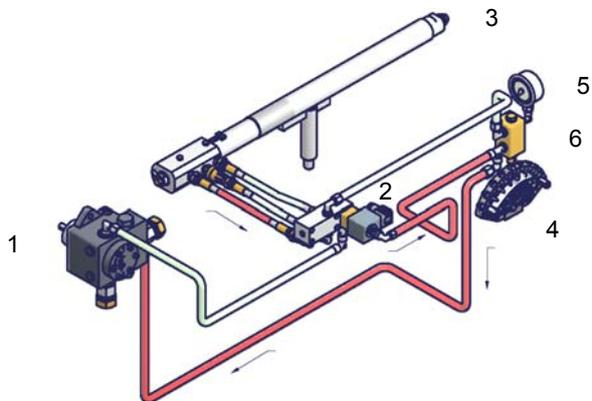

Рис. 28 - Режим выжидания
- 13 Сместить кулачок "малое пламя на жидком топливе" в сторону минимальной мощности, с тем, чтобы сервопривод начал закрываться, до тех пор, пока два подшипничка не совместятся с регулировочным винтом, относящимся к самой низкой точке: закручивать винт **V2** для увеличения расхода, откручивать - для уменьшения, с целью получения значения давления, как на графике на Рис.28, на основании требуемого расхода.